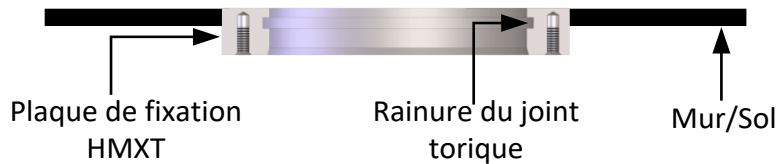

Figure 23: plaque de fixation montée en affleurement
1. Lorsque la plaque de fixation a été soudée en place, vérifiez qu'elle affleure la surface interne (Figure 23).